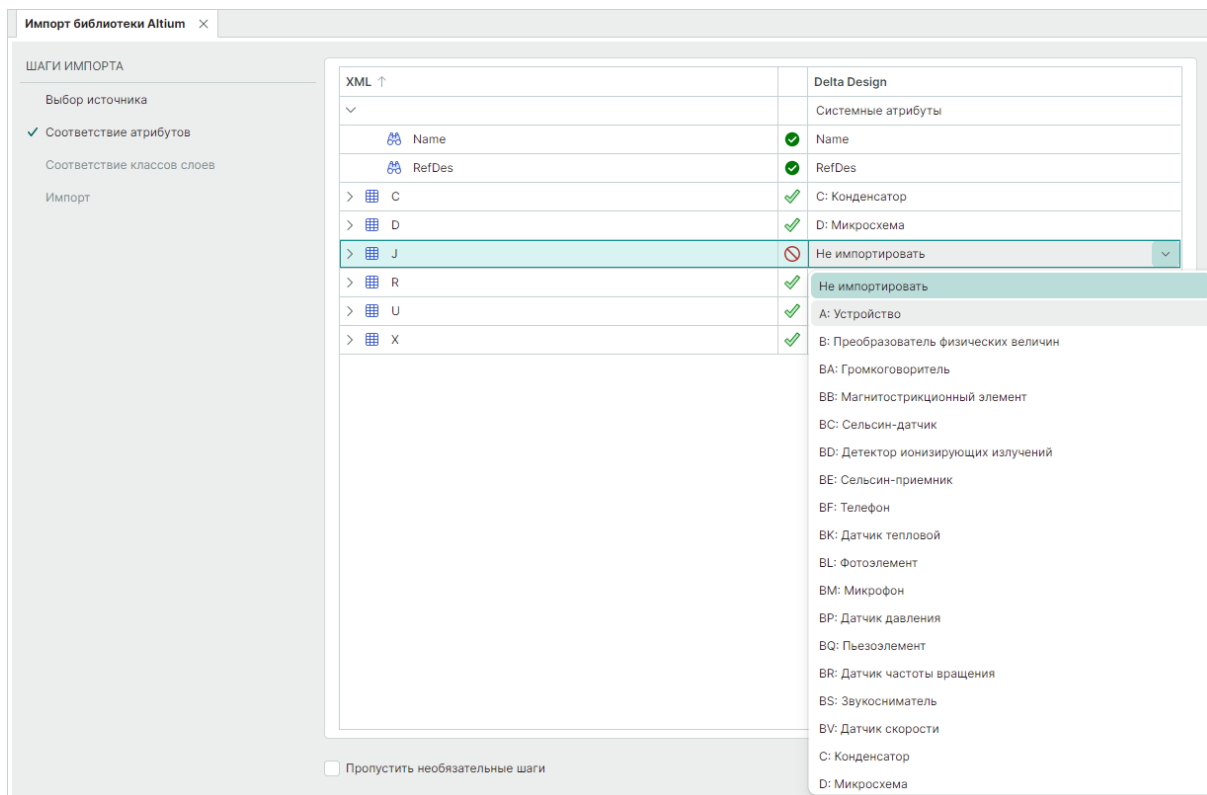

Рис. 11 Выбор семейств и сопоставление атрибутов
4. На этапе «Соответствие атрибутов» задайте в таблице соответствие атрибутов и семейств, см. Рис. 11.